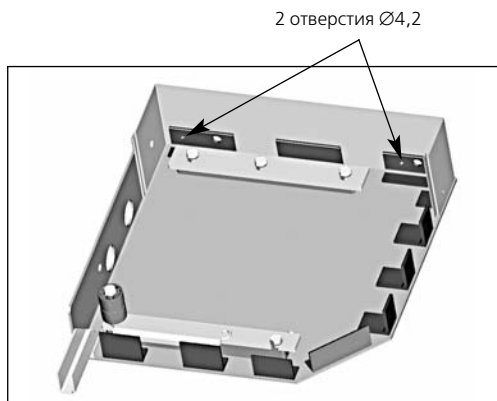

Рис.2.9.
- 2.** Разметить и сверлить совместно в уголках верхней части крышек и в задней панели короба по два отверстия $\varnothing 4,2$ мм для последующей установки заклепок (рис.2.9);